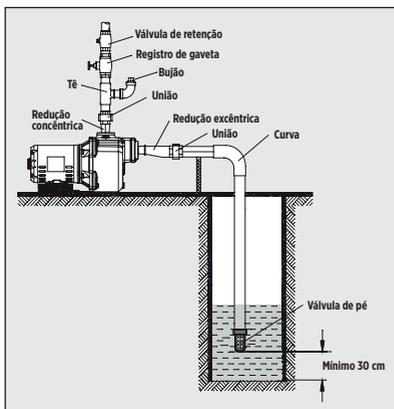

Figura 18 - Esquema de instalação BCA-40
7. Recomendações específicas adicionais para as Bombas Autoaspirantes BCA-40 (rotor semiaberto, Figura 18):